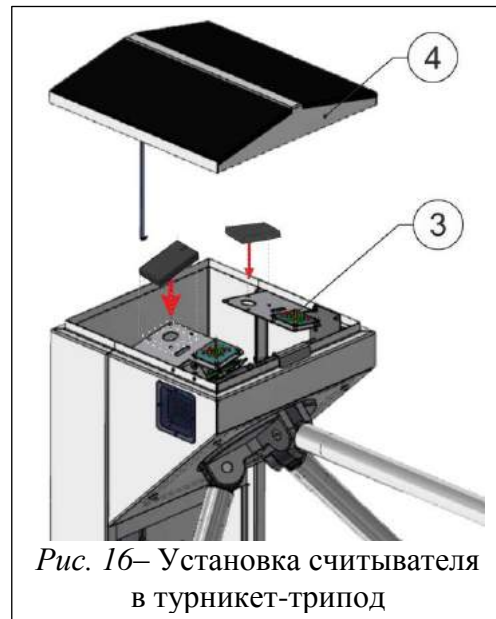

Рис. 16– Установка считывателя в турникет-трипод
б) Подключить к клеммам кабель связи с пультом управления (Рис.16):
- В турникетах «CENTURION», «TWIX», «SKULL» и «BASTION» считыватели устанавливаются на специальный, регулируемый по высоте кронштейн, который расположен под крышкой 4 рядом с световым табло индикации 3 (Рис.16).